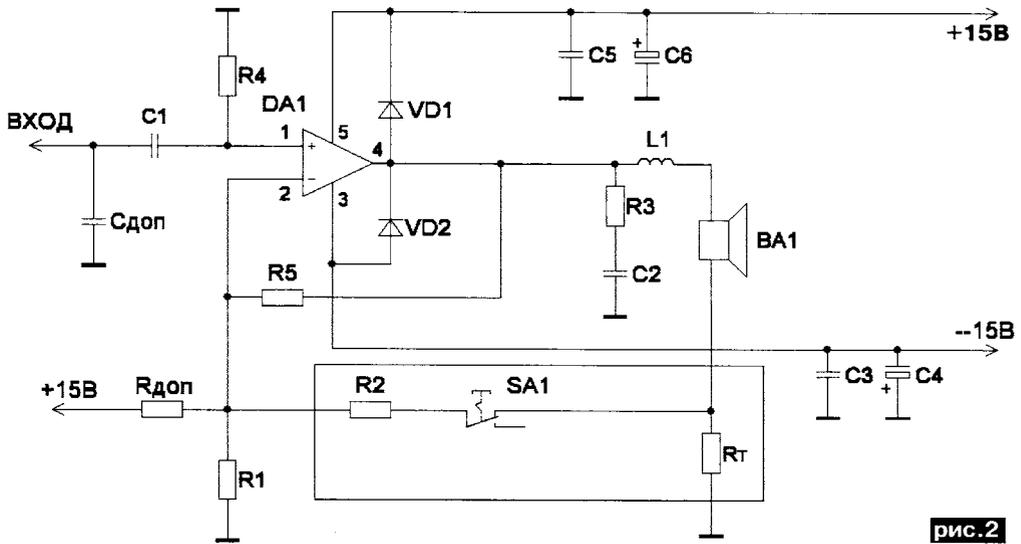
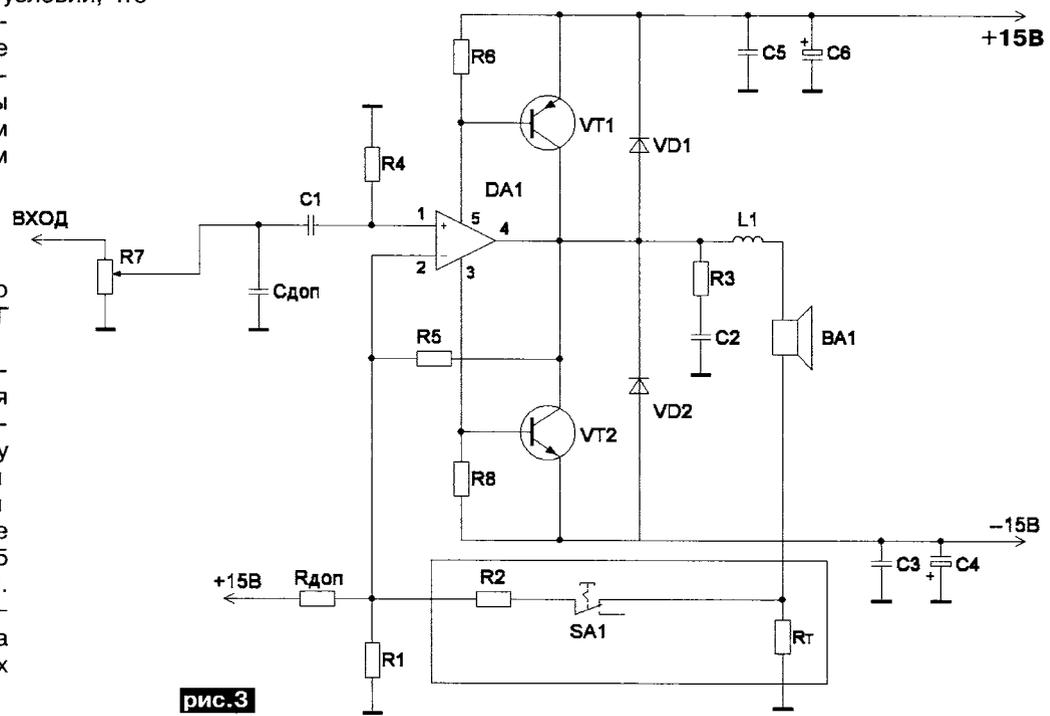
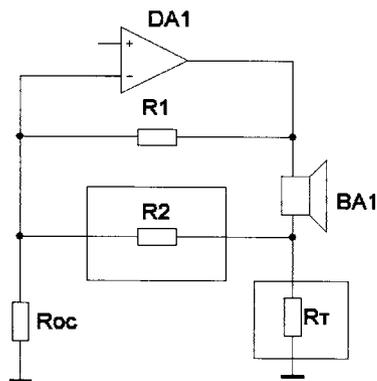

рис.2
рис.3
рис.4
Для максимальной простоты экспериментов решено было проводить испытания УМЗЧ по схеме **рис.2**. Принцип организации комбинированной ОС в неинвертирующем УМЗЧ понятен из **рис.4**. В качестве DA1 используется ИМС типа TDA2030. Введение ОС в цепи ГГ сводится к включению в схему имеющегося УМЗЧ двух новых резисторов R2 и Rт (**рис.4**), и вся «сложность» вычисления сводится к определению их. Сначала необходимо определить оптимальное сопротивление резистора датчика тока в цепи ГГ Rт. Согласно [1], следует руководствоваться формулой:
Задача по модернизации УМЗЧ сводится к переносу нововведений из **рис.4** в схему УМЗЧ **рис.2**, а затем и в схему **рис.3**. Позиции резистора R1 в схеме **рис.4** соответствует R5 в схеме **рис.2**. Соответственно, Roc – резистору R1 в **рис.2**, а позиции R2 в обеих схемах совпадают.
Микросхемы TDA используют весьма широко, но схемы дублируются «один в один», вместе с их серьезными недостатками. Так, например, при однополярном питании всегда используется оксидный конденсатор, включаемый последовательно с резистором R1 (**рис.2**).
Неприятный факт заключается в том, что ИМС типа TDA2030 может неудовлетворительно поддерживать нулевой потенциал на своем выходе (**рис.2**).
Вышерассмотренная проблема TDA2030 проявляется в том, что при отсутствии конденсатора последовательно с R1 дополнительного резистора Rдоп(рис.2) на выходе УМЗЧ возникает постоянное напряжение в пределах примерно 0,2...0,3 В.
Цепь R3C2 (рис.2 и рис.3) не отключают, так как если УМЗЧ потенциально неустойчив в работе, то отключение этой цепи сразу же приведет к самовозбуждению УМЗЧ, не позволяя выставить нулевой потенциал на выходе TDA2030.
Она показана на рис.3. Отличие от базовой схемы (рис.2) заключается в дополнительных мощных транзисторах VT1 и VT2, которые «раскачиваются» потребляемым, по шинам питания током ИМС. Особенностью данной схемы является такой режим работы, когда транзисторы «загнаны с запасом» в режим отсечки тока, т.е. открываются лишь при максимальных токах потребления ИМС.
- транзисторы включаются лишь при максимальных токах ОУ, а все остальное время в нагрузке используется выходной ток ОУ (рис.3).
Данная схема УМЗЧ, с дополнением мощных транзисторов, целесообразна больше с мостовым включением ИМС, где требуется (или, возможно, допускается) работа на низкоомную нагрузку. Большое удобство в схеме рис.3 заключается в том, что коллекторы обоих транзисторов размещены на общем теплоотводе.